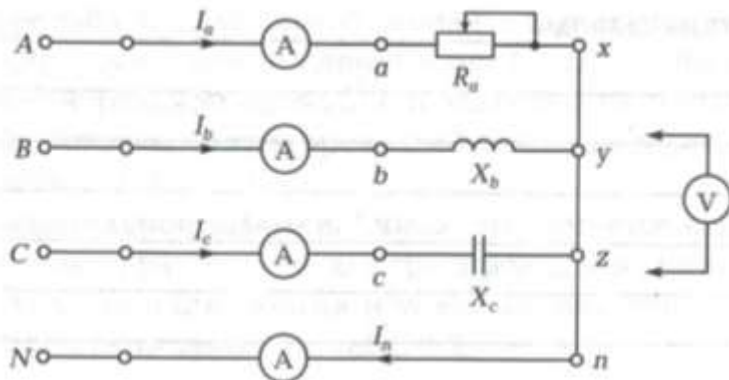

Рис. 6.2. Схема трехфазной ЭЦ с равномерной нагрузкой однофазных приемников, соединенных «звездой»
Схема ЭЦ с включенными измерительными приборами приведена на рис. 6.2
2. Вычислить углы сдвига фаз между током и напряжением для однофазных приемников, приведенных на рис. 6.2. Результаты занести в протокол испытаний.
4. Собрать ЭЦ в соответствии с рис. 6.2. Установить наибольшую номинальную величину измерительных приборов.
В таблице 6.3 даны значения линейного напряжения U_l и фазных сопротивлений ЭЦ, приведенной на рис. 6.2 в трехпроводной ЭЦ вектор напряжения смещения нейтрали U_{nN} для всех вариантов отстает от вектора фазного напряжения U_a на 180° .